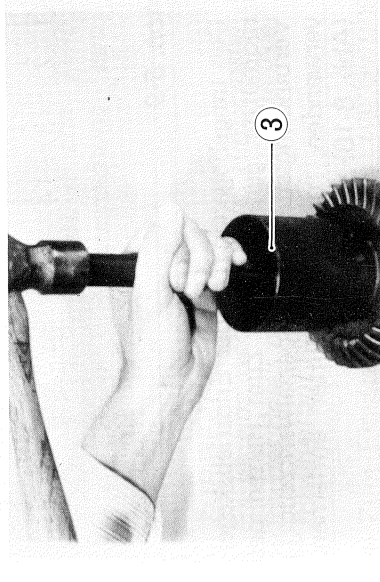

Abb. 8-7
- Mit Hilfe des Spezialwerkzeugs ③ das Kugellager vom Abtriebskegelrad abziehen. (Abb. 8-7)